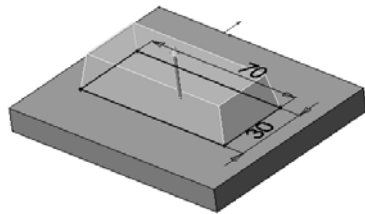

图 7-122 生成拉伸特征
4) 执行“插入”→“凸台/基体”→“拉伸”菜单命令, 或者单击“特征”工具栏中的“拉伸凸台/基体”按钮, 输入拉伸距离为 15.00mm, 输入数值拔模角度为 10° , 生成拉伸特征, 如图 7-122 所示。